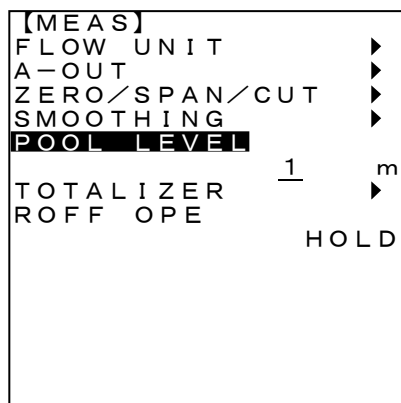

図4-13
- (1) <EXIT>キーを押し入力した数値を消去します。(図4-13)